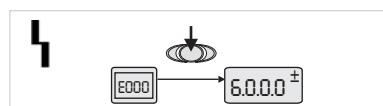

Fig. 31 : Mode Menu Cas de défaut
**En cas de défaut** : en cas de défaut, le numéro de menu <6.0.0.0> s'affiche (fig. 31).